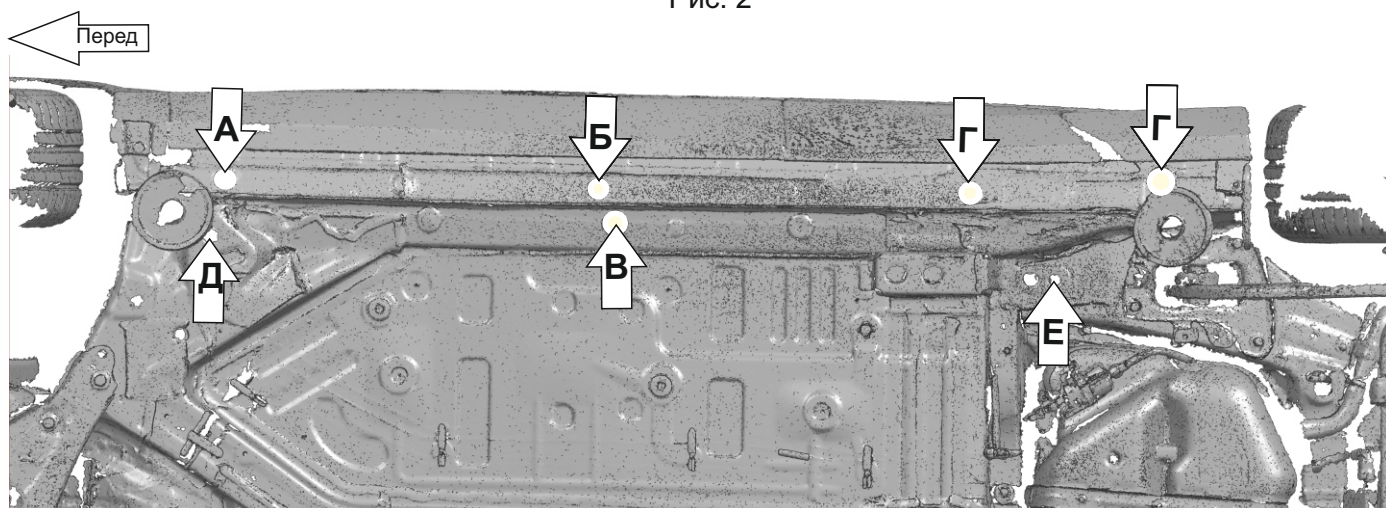

Рис. 3
3. Установить закладные M8 в отверстия (А),(Б),(Г) (Рис. 3).
4. Установить закладные M10 в отверстия (Д),(В),(Е) (Рис. 3).